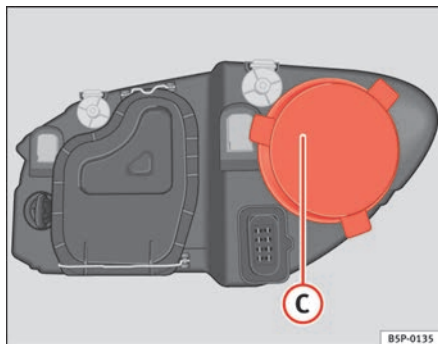

Abb. 166 Fernlicht
- Den Deckel ⇒ Abb. 166 C abziehen.